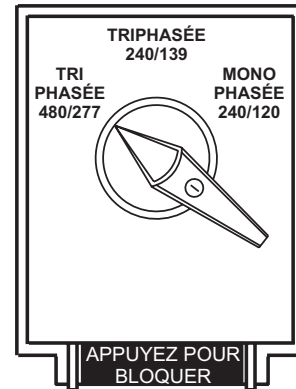

Figure 24. Commutateur de Sélection de Tension 480/277V, Position Triphasée
1. Placez le commutateur de sélection de tension à la position 3Ø 480/277 comme l'indique la Figure 24.